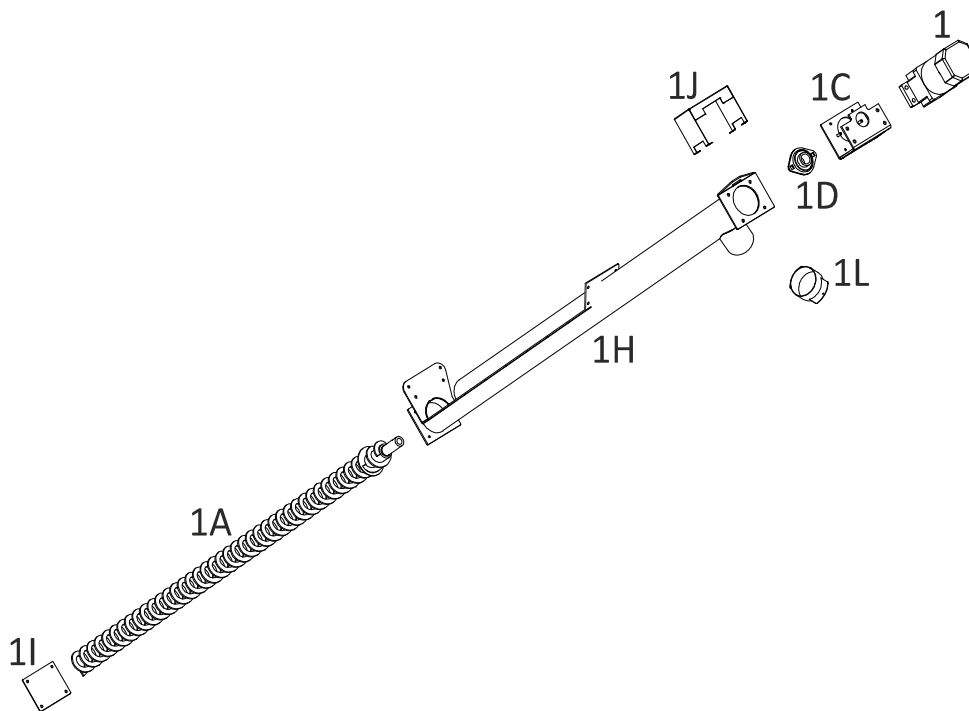

Figura 8
- 4.7. Para realizar el montaje del eje del sin fin, basta con observar la disposición de las piezas en la *figura 8*.